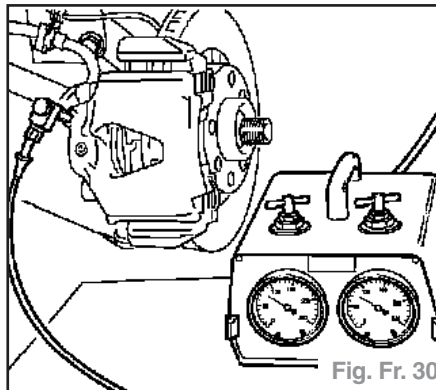

Fig. Fr. 30
- Le contrôle s'effectue à l'aide d'un manomètre de contrôle pour frein sur un étrier AV (Fig. Fr. 30).